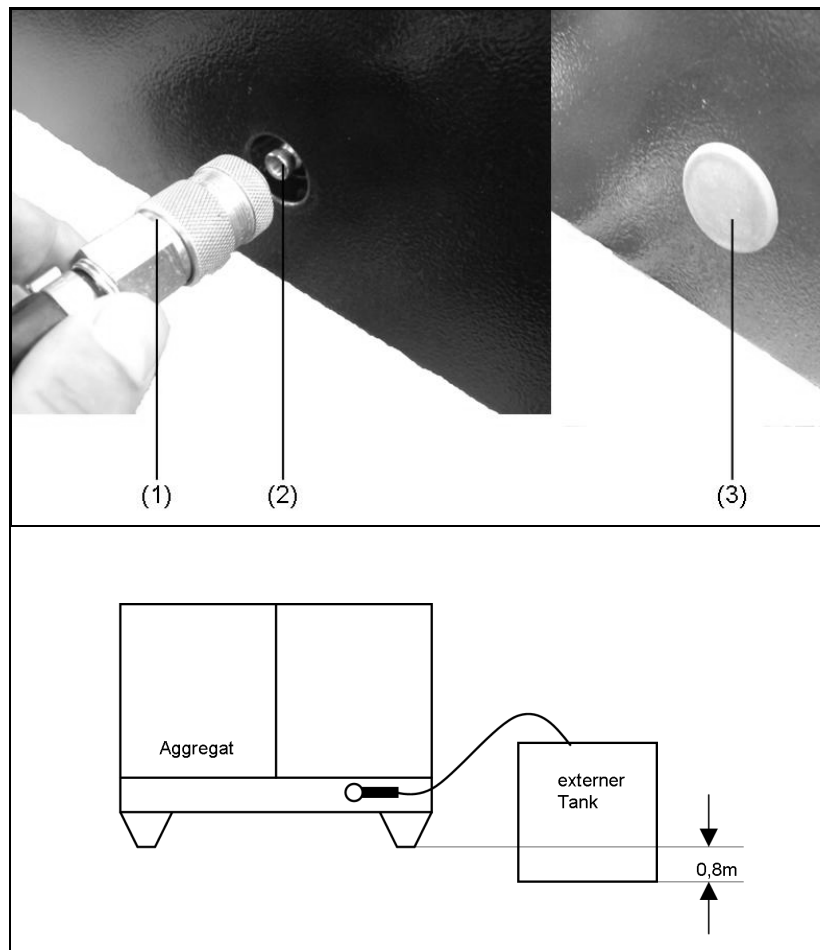

Abb. 4-1: Externe Betankung
1. Abdeckstopfen auf der Bedienseite abnehmen (siehe Abb. 4-1-(3)).
2. Schlauch des externen Betankungskanister mit Schnellkupplung LP-006 (siehe Abb. 4-1-(1)). auf Kupplung (siehe Abb. 4-1-(2)) aufstecken.